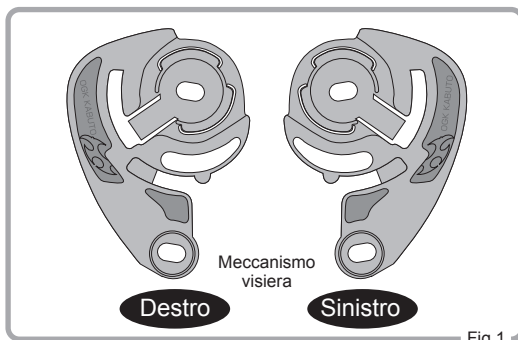

Fig.1
1. In primo luogo, controllare il lato del meccanismo visiera come mostrato in Fig.1.